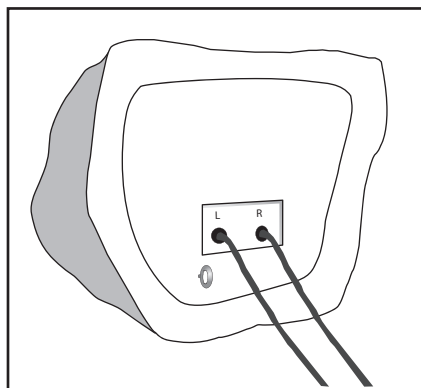

Figure 7a. Déposer l'enceinte sur le dos
1. Sans trop déplacer l'enceinte, la tourner de façon que la base pointe vers soi (figure 7a).